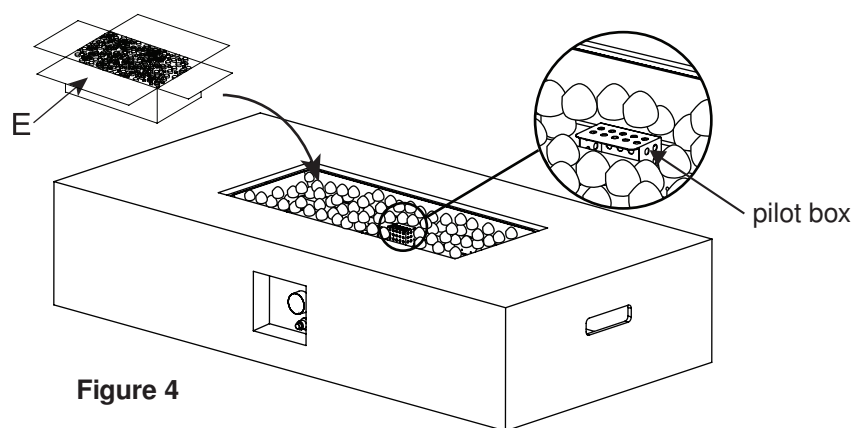

Figure 4
5. Vierta las rocas de lava (E) en el recipiente del brasero (B) (ver Figure 4).